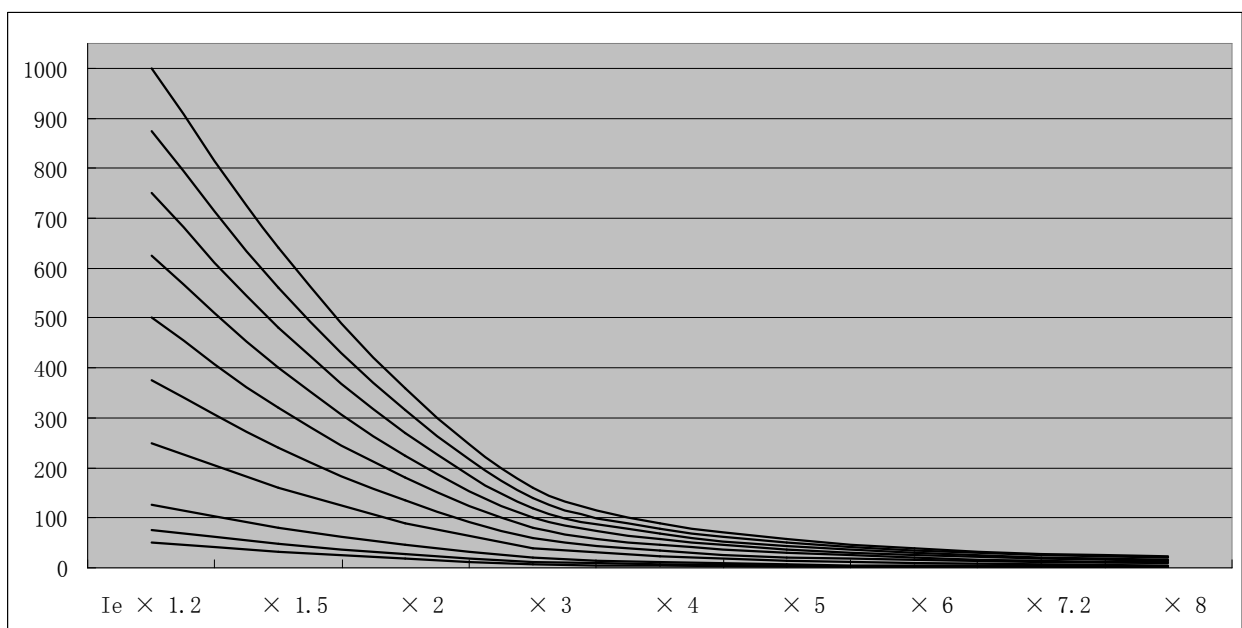

图 48 过载特性曲线图
■ 过载保护电流—时间对照表如表 21 所示, 过载特征曲线图 (K 曲线图) 如图 48 所示。